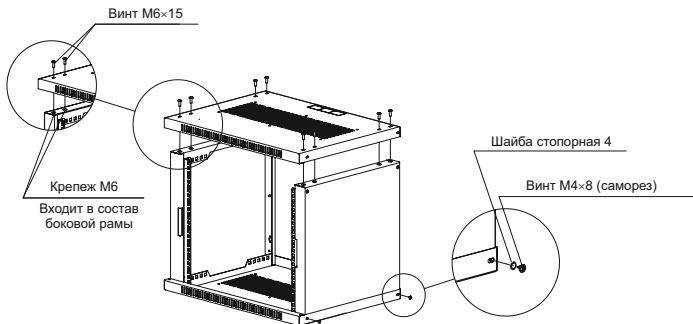

Рисунок 3
4.1.2 Скрепите боковые рамы с основаниями винтами М6×15 и винтами М4×8 с шайбами стопорными 4 (рисунок 3).